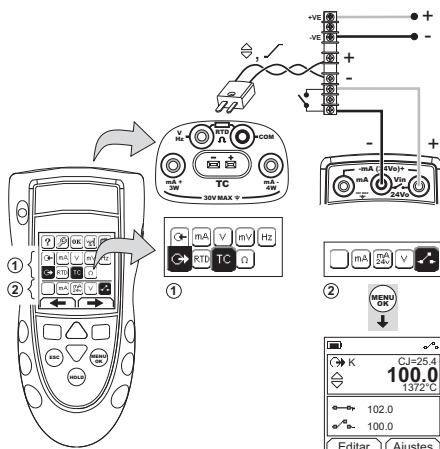

Figura 12: Ejemplo de configuración: Prueba de interruptor
1. Conecte el instrumento (Figura 12) y, si es necesario, ajuste la opción Configurar (Tabla 1).